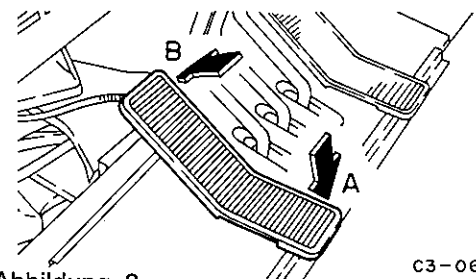

Abbildung 3
- Durch das Herabdrücken der Fußspitzenseite "B" wird Anschluß "b" zum Vorlauf. (Siehe Abbildung 3.)